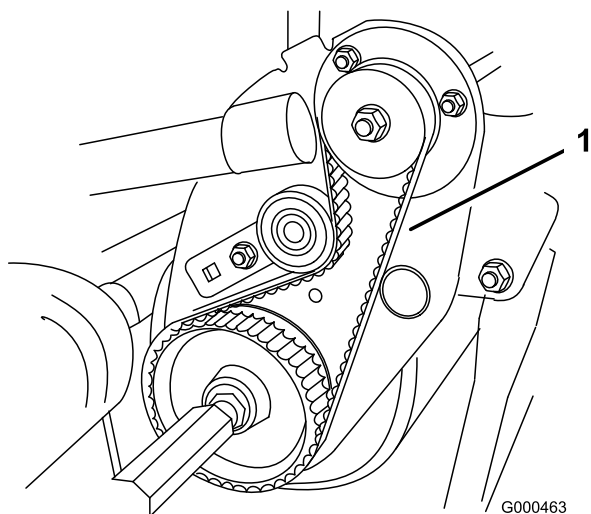

Figure 39
2. Contrôlez la tension de la courroie en exerçant une force de $1,8 \pm 0,5$ kg à mi-distance entre les poulies (Figure 39). La courroie doit présenter une flèche de 4,8 à 7,9 mm. Si ce n'est pas le cas, passez à l'étape suivante.